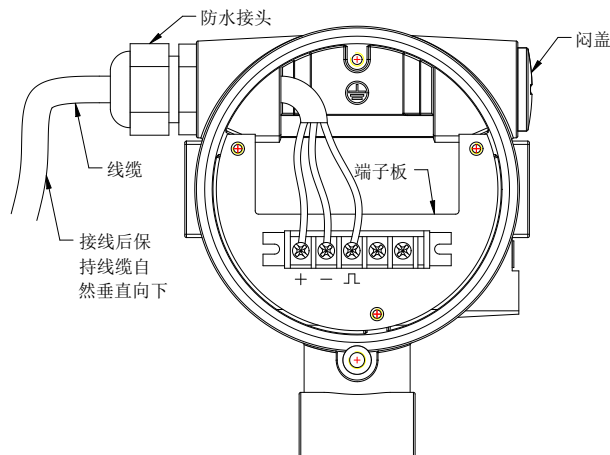

图 3.6 表头接线示意图
- 4) 在应用现场的允许条件下，建议按照图3.6进行接线，以防止水通过线缆进入仪表。